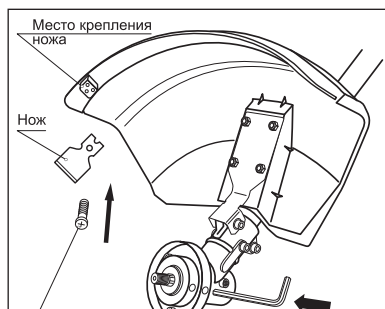

рис. 12
1. Установите нож на защитный кожух (рис. 12).